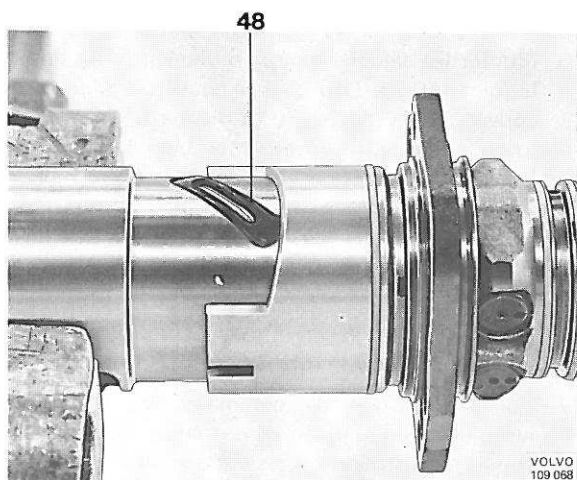
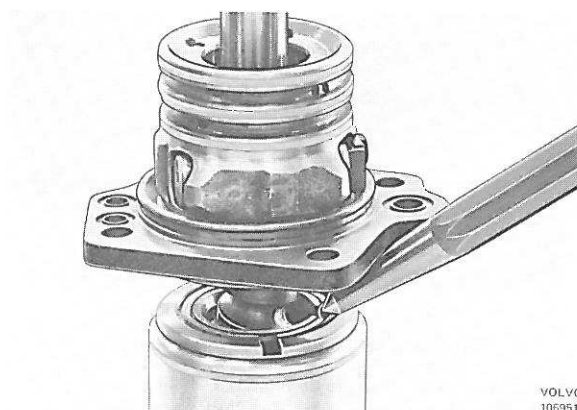

Figure 117. Joint monté en place
Figure 118. Verrouillage de la bague
Introduire la vis sans fin de direction dans le piston tout en montant les 23 billes, voir position 7. Monter le joint (48), voir figure 117. Réassembler le piston et la douille et monter la goupille (30) qui a été démontée. L'ouverture de la douille doit se trouver sur le côté denté, figure 118.
Attention! Il ne faut pas sortir exagérément la vis sans fin de direction du piston car les billes vont tomber dans le piston. Serrer l'écrou annulaire (34) et le verrouiller, figure 118.